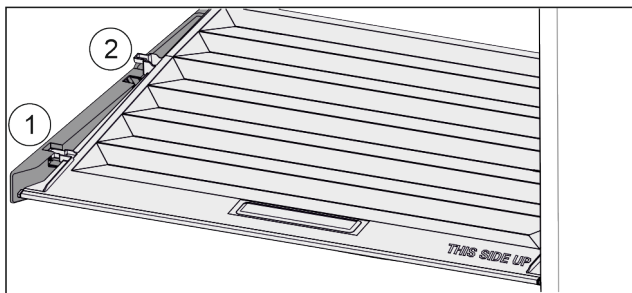

Fig. 43
- Tirare in avanti il coperchio fino all'apertura nei fermi Fig. 43 (1).
- Sollevare posteriormente dal basso e togliere verso l'alto Fig. 43 (2).